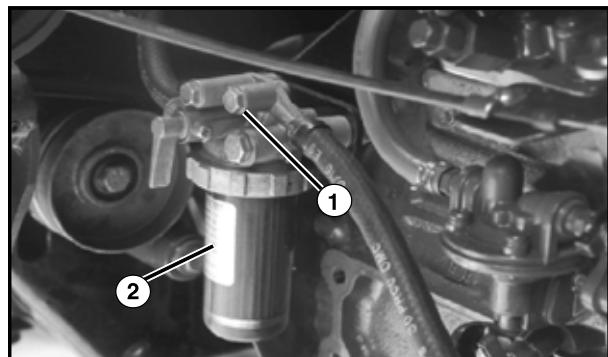

Fig. 9.15.1
2. Abra el orificio de ventilación de la parte superior del filtro de combustible (ver Fig. 9.15.1).